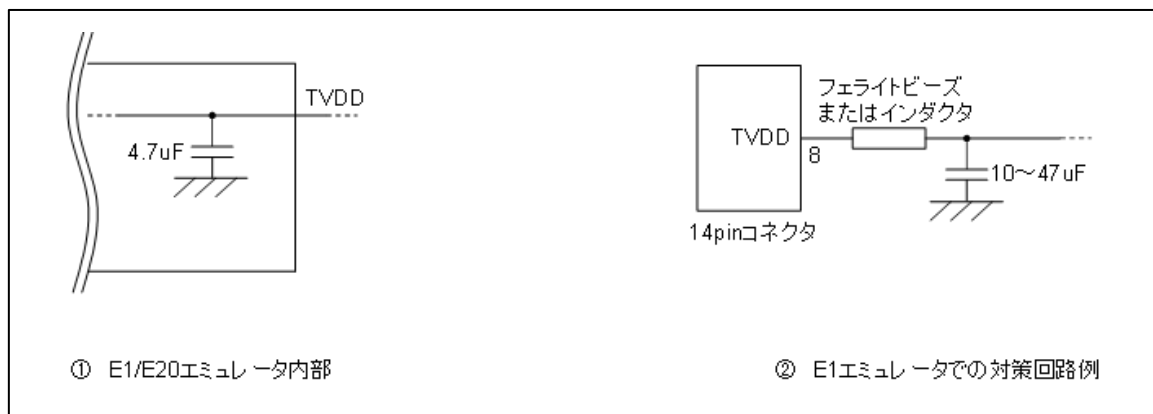

図 2-10 ホットプラグイン向け対策回路
図 2-10 ①のようにE1エミュレータの8番ピンには、エミュレータ内部で4.7 μ Fのコンデンサが付いているため、ホットプラグイン接続を行う場合はユーザシステム上の電源電圧が一瞬低下する場合があります。この電圧降下によりMCUリセットが発生する可能性があります。図 2-10 ②に示すように、エミュレータ接続コネクタのTVDDラインの直近にフェライトビーズ（またはインダクタ）と低ESRで大きめなコンデンサを付けることで症状を軽減することができますが、本対策は、電圧降下を完全に改善するものではありません。なお、ホットプラグイン接続はデバッグ時のみ有効な機能であり、本機能を使用する場合は、別売のホットプラグインアダプタが必要です。